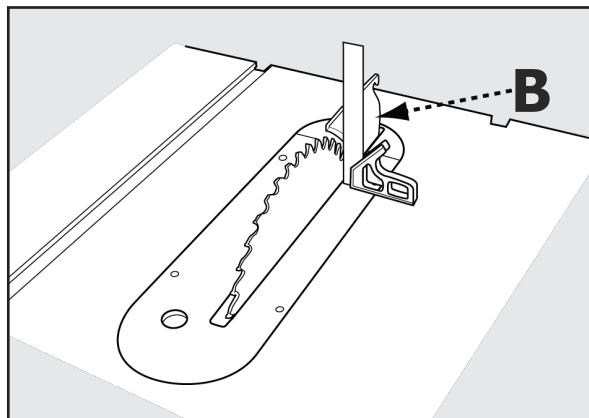

FIGURA 24b
1. Alineación vertical: Coloque una escuadra sobre la mesa y contra la parte frontal de la hoja, y asegúrese de que se extienda a lo largo del separador (B) como se muestra en la Figura 24b. El separador y la hoja deben tocar la escuadra sin ningún espacio. Asegúrese de que la regla se acomode entre los dientes y descansen sobre la parte frontal de la hoja y el separador para una alineación correcta..